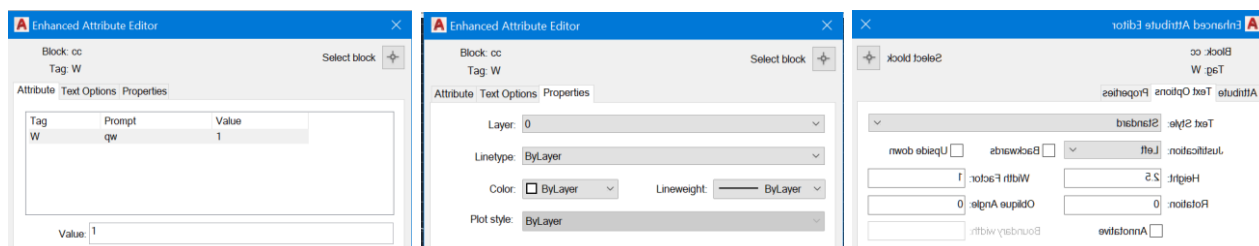

Рис. 6.5. Вікно модифікації атрибутів команди **EATTEDIT**.
**EATTEDIT** виводить вікно (рис. 6.5.) редагування значень атрибутів. Викликається при подвійному щиклику на блоці та з контекстного меню.